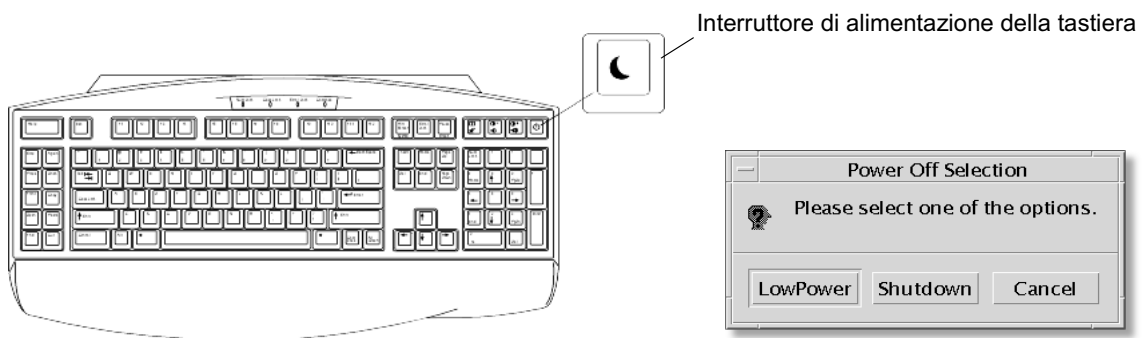

FIGURA 2-2 Finestra di dialogo di arresto e interruttore di alimentazione della tastiera USB Sun tipo 6
1. **Premere l'interruttore di alimentazione della tastiera USB Sun tipo 6 (FIGURA 2-2).**